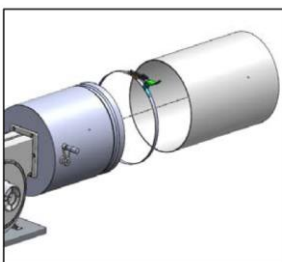

Рис.7
5. Закрепите пылесборник на картриджном фильтре с помощью зажима. (Рис.7)